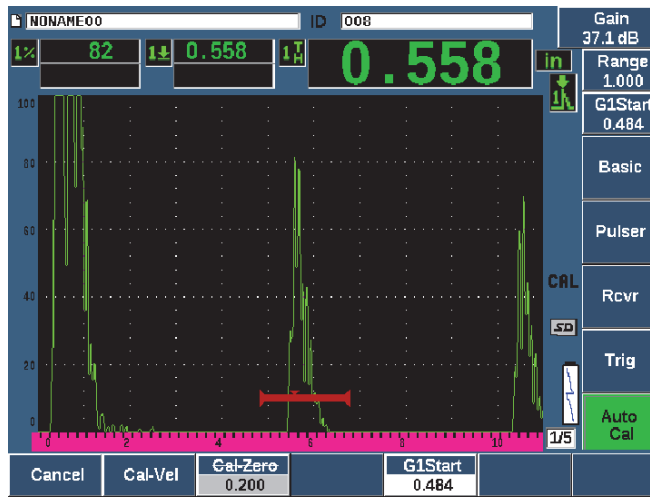

Figura 3-15 Inicio de Puerta 1
11. Ponga la indicación al 80 % de la altura de la pantalla completa con las teclas 2ND F y AUTO XX% (vea la Figura 3-15 en la página 90).